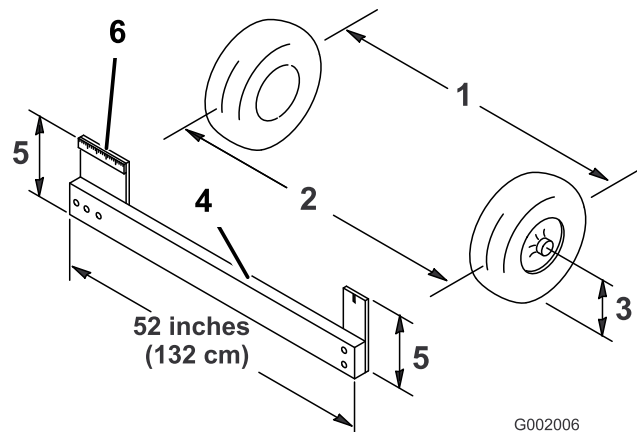

図 57
4. 前輪の前と後ろで、左右のタイヤの中央線間距離を測る；計測はアクスルの高さで行う(図 57)。前輪の後ろで、アクスルの高さで測定を行うには市販または手製のトーイン測定器が必要となる。前後の計測とも同じ道具を使用し、アクスルの高さで正しく測定すること(図 57)。